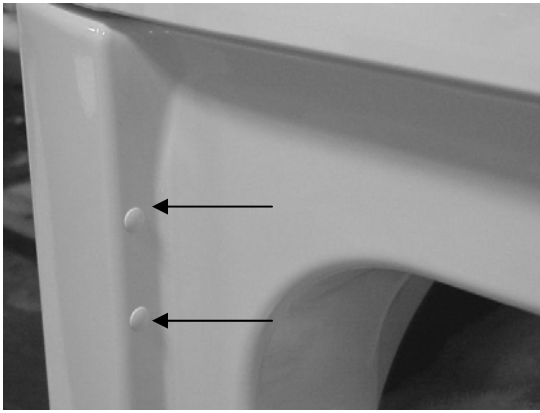

Figura 1
1. Abra la Puerta y quite los 4 tapones de enfrente a donde se encuentra la bisagra. Conserve todas las piezas para utilizarlas posteriormente, a menos que se especifique lo contrario. (Figura 1) **Nota:** Tenga cuidado al quitar los tapones, para no dañar la pintura en el Panel Frontal.